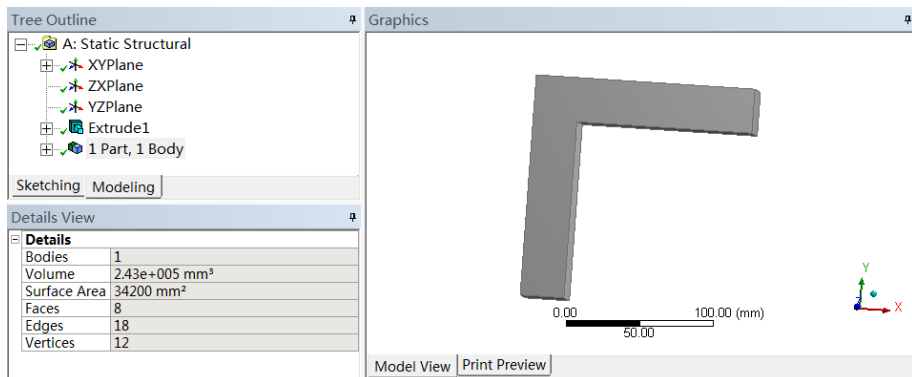

图 21-3 DM 模型
3) 双击项目 A 中的 A2 栏“Geometry”, 会进入到 DM 界面, 查看模型如图 21-3 所示, 此时如果设计树中显示 ⚡, 表示需要生成模型, 可进行步骤 4), 否则可直接进入步骤 5)。